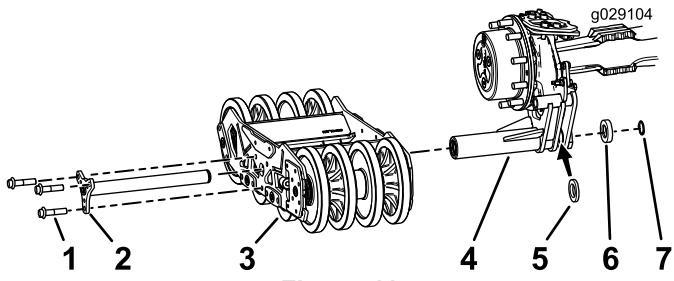

Figura 11
1. Perno del ajustador de oruga (2)
3. Instale el bastidor del chasis en el soporte de montaje del bastidor usando el pivote de eje (Figura 11).
4. Inserte un espaciador de pivote de eje (plano) entre el soporte de montaje del bastidor y el bastidor del chasis y el espaciador (Figura 11).